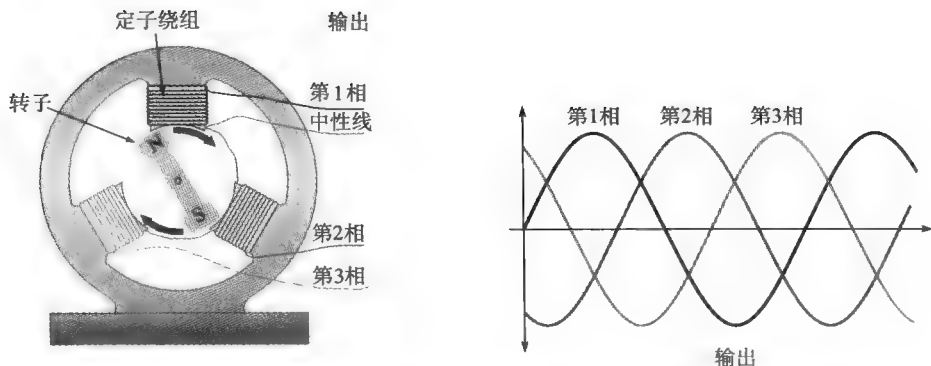

图 8-42 转子显示为产生强磁场的永久磁铁，当它扫描每个定子绕组时在绕组两端产生正弦波，中性线为参考点
图 8-42 显示了旋转磁场交流发电机产生三相正弦波的原理 (为简单起见, 采用永久磁铁转子), 当转子的北极和南极交替地扫过定子绕组时, 在每组定子绕组中产生交流电。如果北极产生正弦波正的部分, 南极则产生正弦波负的部分, 因此, 旋转一圈产生一个完整的正弦波。每个绕组都有正弦波输出, 因为绕组相隔 120° 分布, 所以三个正弦波的相位也移位 120° , 这就产生了三相电源输出, 如图 8-42 所示。由于发电效率高, 大多数交流发电机都产生三相电压, 被广泛应用于工业领域。如果最终输出是直流 (DC) 电压, 则三相电压转换为直流电压更容易。